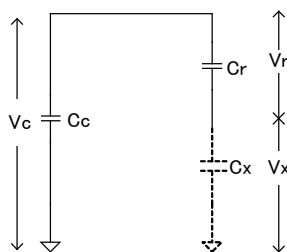

図3-2 (4)、(5)での等価回路
(4)、(5)時の等価回路を図 3-2 に示す。 C_c の電荷が C_x と C_r に移動し同電位となり C_c の電圧 V_c 、 C_r の電圧 V_r 、 V_x と容量 C_c 、 C_r 、 C_x の関係は以下の通りとなる。